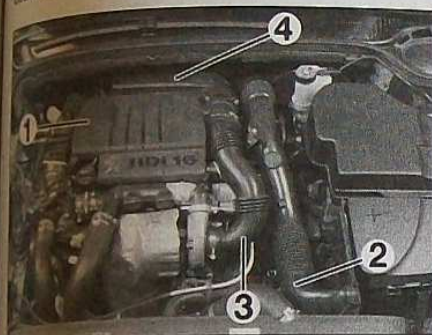

FIG.30
- le cache moteur (1) (Fig.30).
- les conduits d'entrée d'air (2) et (3).
- l'ensemble couvercle supérieur de filtre à air / débitmètre (4).